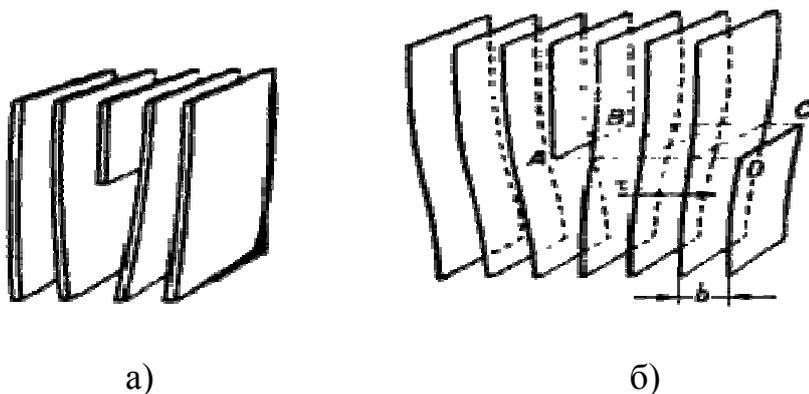

Рис. 1. Краевая дислокация (а) и механизм ее образования (б)
*Краевая дислокация* представляет собой линию, вдоль которой обрывается внутри кристалла край "лишней" полуплоскости (рис. 1).